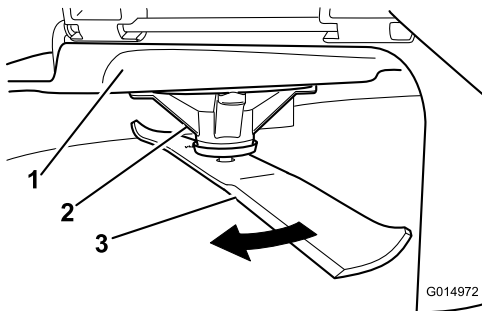

Figure 51
2. Enfilez des gants épais ou utilisez une autre protection adéquate pour les mains, et faites tourner la lame lentement jusqu'à une position permettant de mesurer la distance entre le tranchant et la surface plane sur laquelle se trouve la machine (Figure 51).